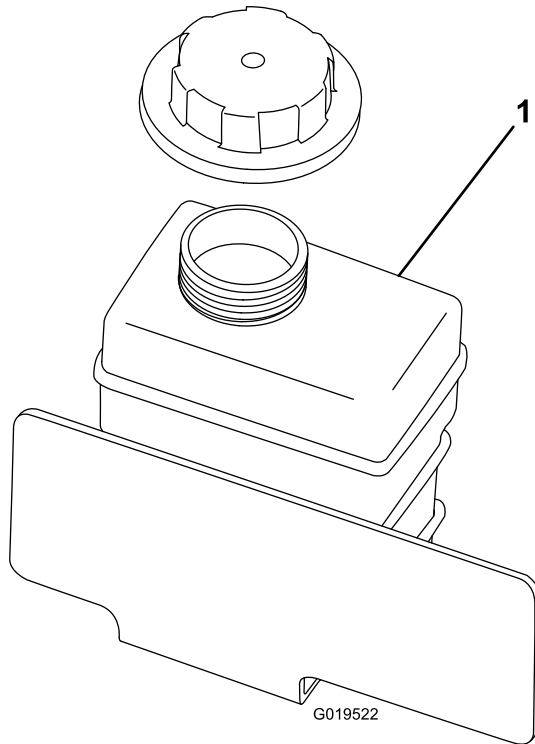

Figura 67
4. Controllate il livello del refrigerante nel serbatoio di riserva (Figura 67).